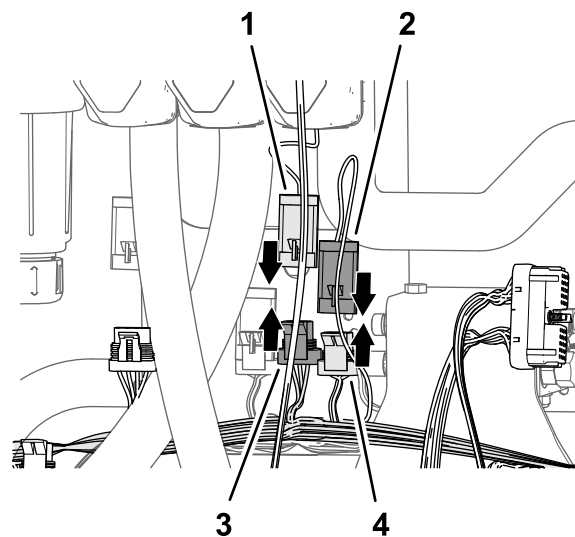

Figura 88
- Conecte el conector de 3 pines de la rama de 89 cm del arnés de cables del kit marcado MASTER VALVE al conector hembra de 3 vías del arnés de cables de la máquina marcado MASTER SPRAY VALVE (Figura 88).
de cables del kit marcado MASTER VALVE (Figura 88).